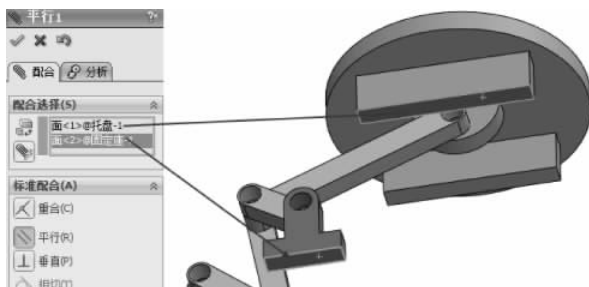

图 3-184 平行配合
(16) 选择【标准配合】选项组下的【平行】配合类型,在【要配合的实体】选择框中选择如图 3-184 所示的面,其他保持默认,单击【确定】按钮,完成平行配合。